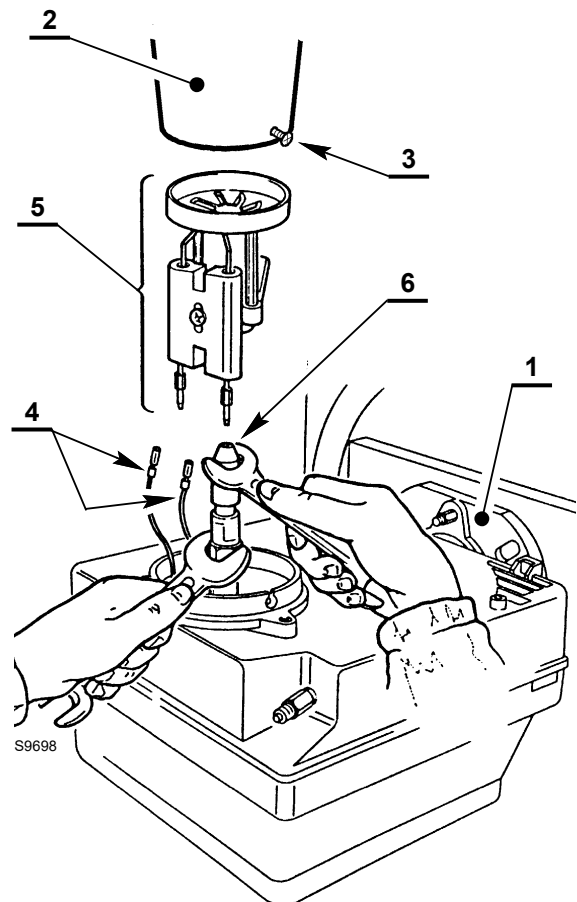

Abb. 13
2. Art (Abb. 13):
- Austauschen und die Düse 6) richtig eindrehen und festziehen wie in Abb. 13 gezeigt.